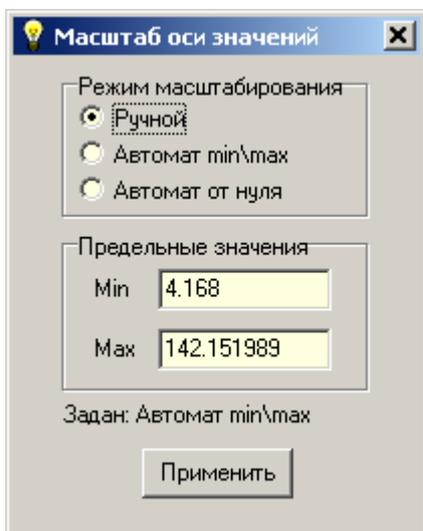

Рис. 6.4.5.3 Вид окна “Масштаб оси значений”.
- Кнопка “Масштаб” для вызова окна настройки оси значений. Вид окна изображен на рис. 6.4.5.3.